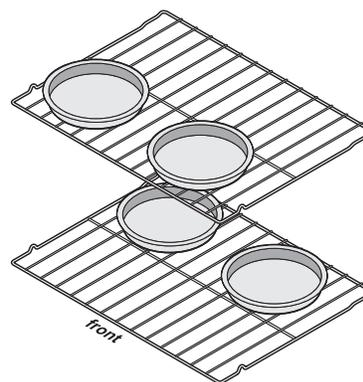
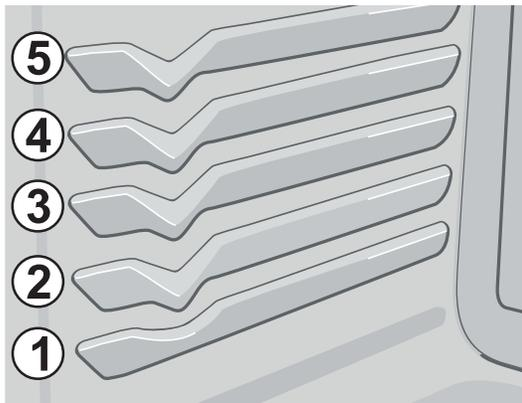

Figure 33 : Espacement des plats pour la cuisson à convection
Figure 34 : Positions des grilles
- Lorsque vous utilisez deux grilles pour la cuisson de gâteaux, placez ces dernières aux positions 1 et 4 (Figure 34) et placez les moules comme sur la Figure 33. Utilisez un flat rack en position 4 et une grille à glissière en position 1.